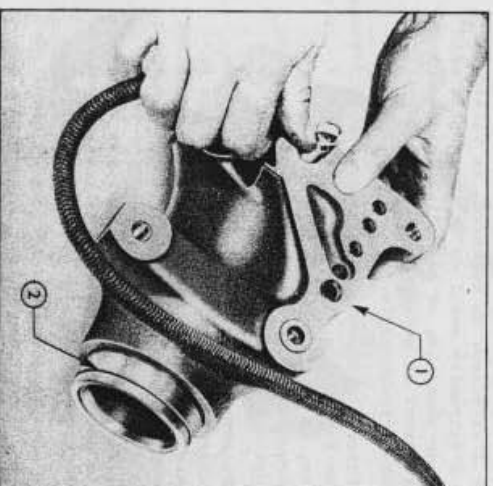

Fig. 24
12. Pour extraire le piston du vérin, introduire de l'air comprimé par le trou du clapet de sûreté tout en maintenant le pouce sur le trou adjacent (fig. 24).